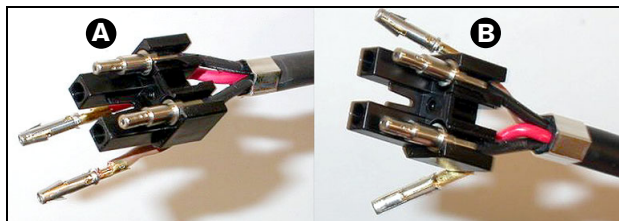

Abbildung 29.32: Montage von Block und hinterem Gehäuse
- 27 Haken Sie die Hülsen in den Montageblock (siehe Abbildung 29.32)